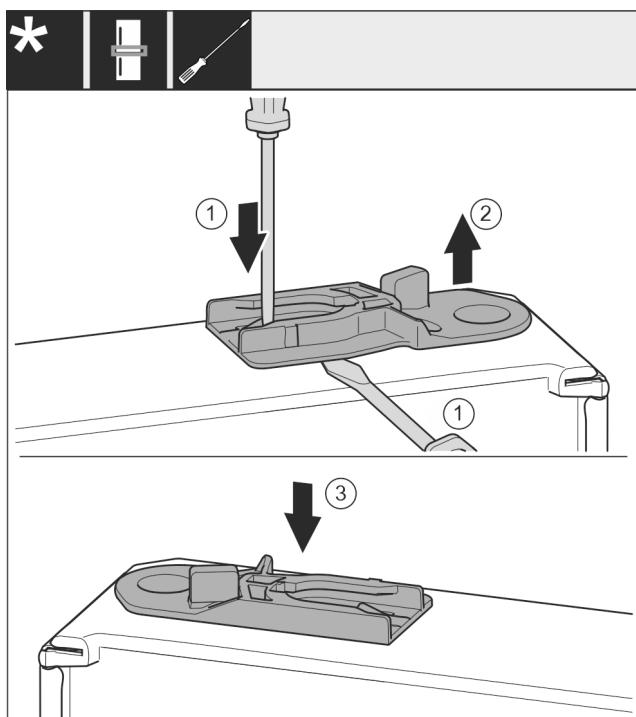

Fig. 41
► Führungsbuchse herausziehen: Lasche Fig. 41 (1) mit Schlitzschraubendreher drücken und gleichzeitig mit Schlitzschraubendreher unter Führungsbuchse Fig. 41 (2) fahren.
► Im Lieferumfang beiliegende Führungsbuchse Fig. 41 (3) auf anderer Gehäuseseite einschieben.